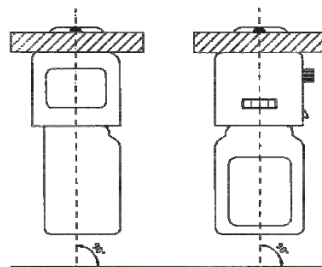

Fig. 1
- Può essere installata su tubazioni verticali e orizzontali e per tutte le direzioni di flusso dell'acqua facendo attenzione che la pompa sia sempre montata in posizione orizzontale (verificare con bolla di livello come da Fig. 1. La cassa contatore è girevole di 360°).